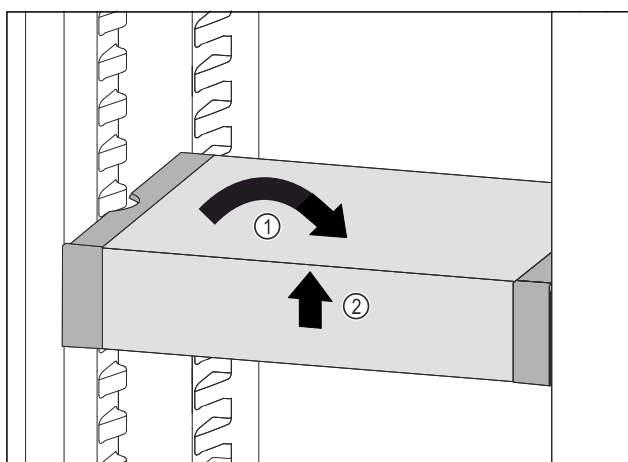

Fig. 88
- ▶ Placer VarioSafe lige, Fig. 88 (1)
- ▶ Løft VarioSafe op foran, Fig. 88 (2)